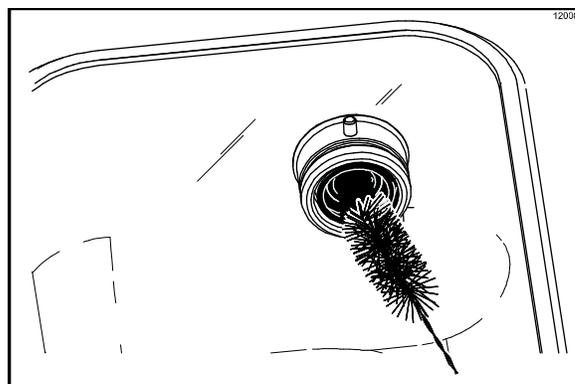

Figura 109
- Utilice el cepillo negro para limpiar las aberturas del cubo motor, localizado en la pared trasera de la tolva de mezcla. (Vea la figura 109).